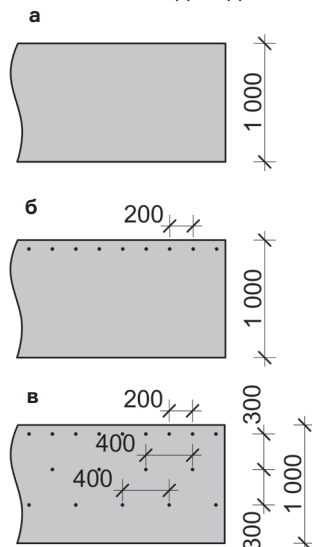

Рис. 11. Схема расположения крепежа для подкладочных ковров Döcke.
4.1.4 Самоклеющиеся подкладочные ковры Döcke допустимо монтировать без дополнительной механической фиксации при температуре окружающего воздуха не ниже +15 °C (рис. 11а). Самоклеющийся подкладочный ковер необходимо крепить гвоздями (тип 1, таблица №1) по схеме приведённой на рис. 11в в тех случаях, когда планируются перерывы в работе, а так же в случае осуществления монтажа при температуре ниже +15 °C.